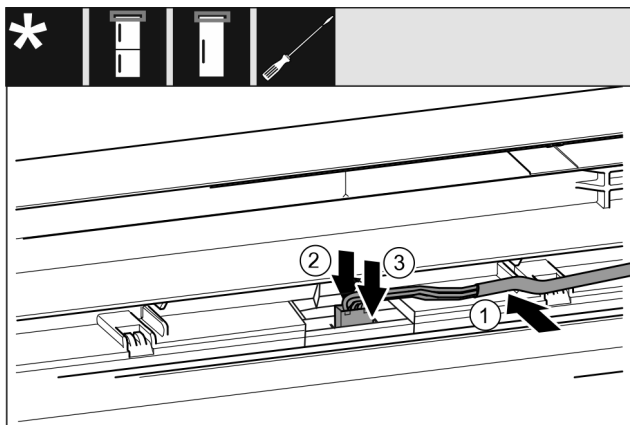

Fig. 39 Kombinace chladničky s mrazničkou / mrazničky / chladničky
- Kabel Fig. 39 (1) vložte do vedení v horních dvířkách.
- Západku Fig. 39 (2) zatlačte dozadu.
- Zaklapněte zástrčku Fig. 39 (3).